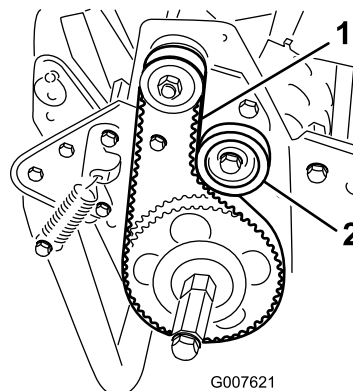

図 37
2. プーリ間の中央部で図 37、1822 N(1.8 - 2.3 kg)程度の力でベルトを指で押して張りを点検する。ベルトのたわみが 6mm あれば適正とする。
- A. アイドラプーリ固定ナットをゆるめ、プーリをベルトの背に押しつけて、適当な張りを出す図 37。